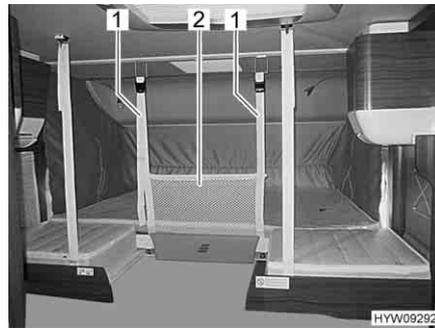

Fig. 96 Rete protettiva (letto basculante longitudinale)
- Staccare le cinture di ritegno (Fig. 96,1) e sistemare la rete protettiva (Fig. 96,2) sotto il materasso.
La rete protettiva con le cinture di ritegno è sistemata sotto il materasso del letto basculante. Fissare la rete protettiva (Fig. 96,2) soltanto dopo che le persone si sono stese nel letto basculante.
- Agganziare le cinture di ritegno (Fig. 96,1) ai ganci del soffitto.